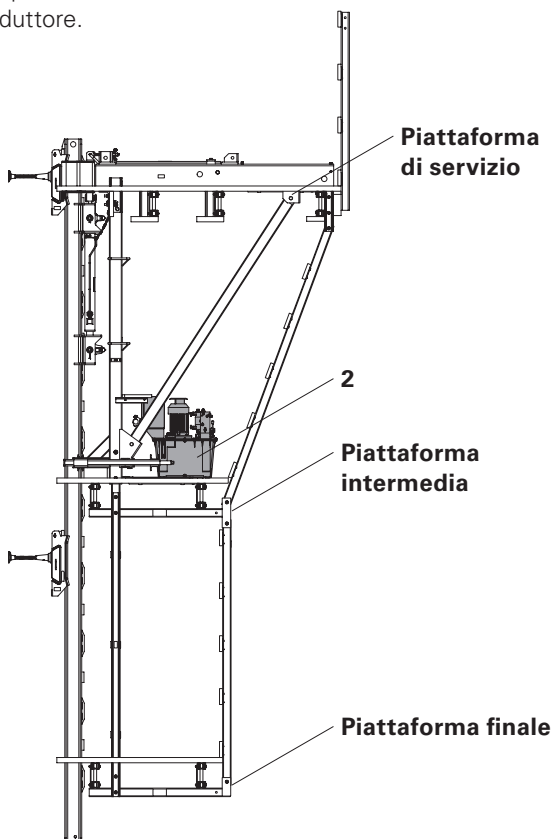

Fig. 14
- La posizione della pompa idraulica (2) è specificata nel piano del progetto. La posizione standard della pompa idraulica è sulla piattaforma intermedia tra le due mensole di ripresa. (Fig. 14)